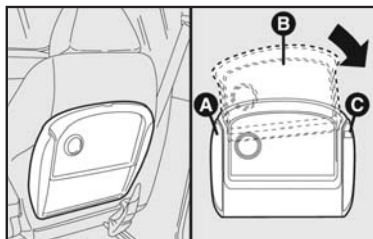

fig. 84
- Introduzir o pino fixo **A** da borda inferior da mesinha **B**, até que a borda inferior encaixe no pino móvel **C** do suporte, atuando no sentido da seta, conforme **fig. 84**.